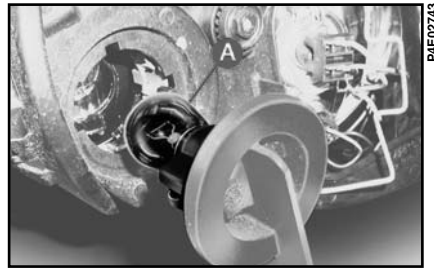

fig. 17
- 2) Desfaceți soclul **A-fig. 17**, prin împingere în sens antiorar;